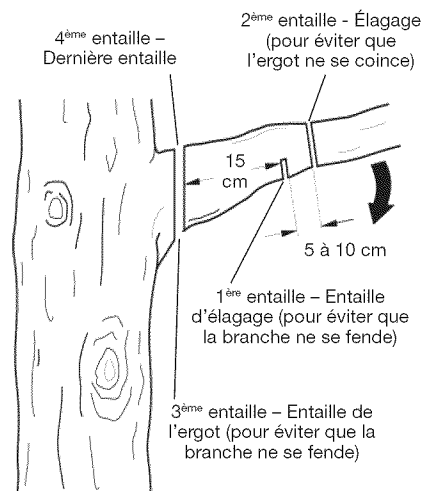

Figure 20 - Coupe d'une branche
1. Faites une première entaille à environ 15 centimètres du tronc de l'arbre et en dessous de la branche. Utilisez le haut du guide-chaîne pour couper. Faites une entaille sur environ un tiers du diamètre de la branche (voir figure 20).